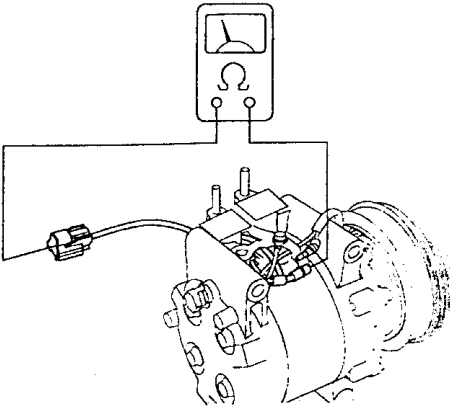

图 10-38 检查防护器的导通性
4) 将励磁线圈从固定架上分离出来，并将其断开，如图 10-38 所示，检查热防护器的导通性。如果不能导通，则更换防护器。热防护器在 $122 \sim 128$ 以上时不能导通。当温度降到 $116 \sim 104$ 时，热防护器可以导通。